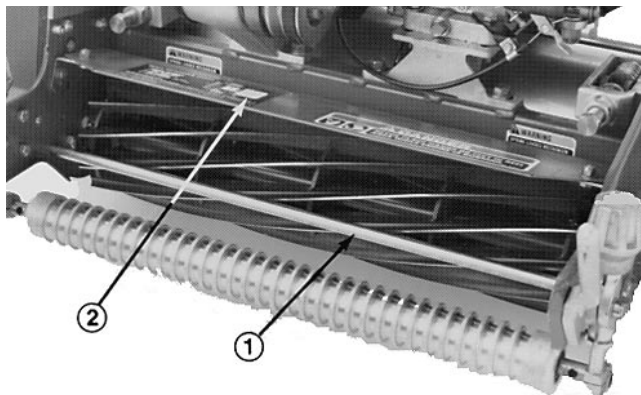

Fig. 9
1. Mål avstanden fra toppen av fremre støttestang til vernets fremre leppe i hver ende av klippeenheten (fig. 9).